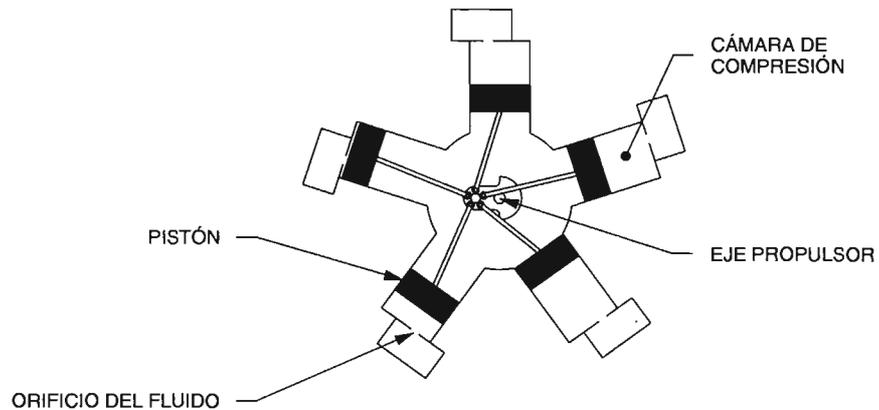

Figura 4-9. Motor neumático de pistones.
- La operación de un motor neumático de pistones se muestra en la Figura 4-9. Cuando el aire entra en las cámaras de compresión, los pistones se desplazan dentro de los cilindros para adaptarse al aumento de volumen del aire. Este movimiento lineal de los pistones se convierte en movimiento rotativo a través de las bielas que hacen girar al eje propulsor. Los motores neumáticos de pistones se utilizan para baja velocidad y pueden generar un par de arranque alto.